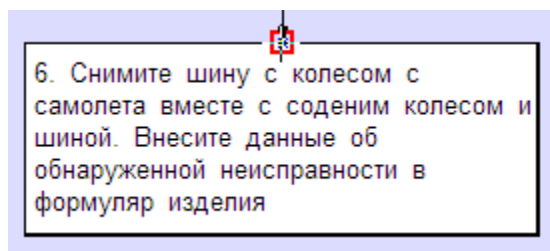

Рис. 8.64
- **Перемещение точки привязки.** Установите курсор на точку привязки, которую нужно переместить, при этом он примет форму «+». Нажмите на точку привязки левой кнопкой мыши и, не отпуская её, переместите точку привязки. Во время перемещения точка привязки будет подсвечена (Рис. 8.64).